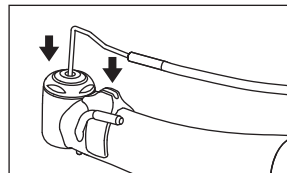

Abb. 8
- 3) Führen Sie das Ende der internen Sprühdüse in die Öffnung am oberen Ende des Handstückkopfs ein und befestigen Sie danach die interne Sprühdüse am Schlitz der Halteklammer. (Abb. 8)